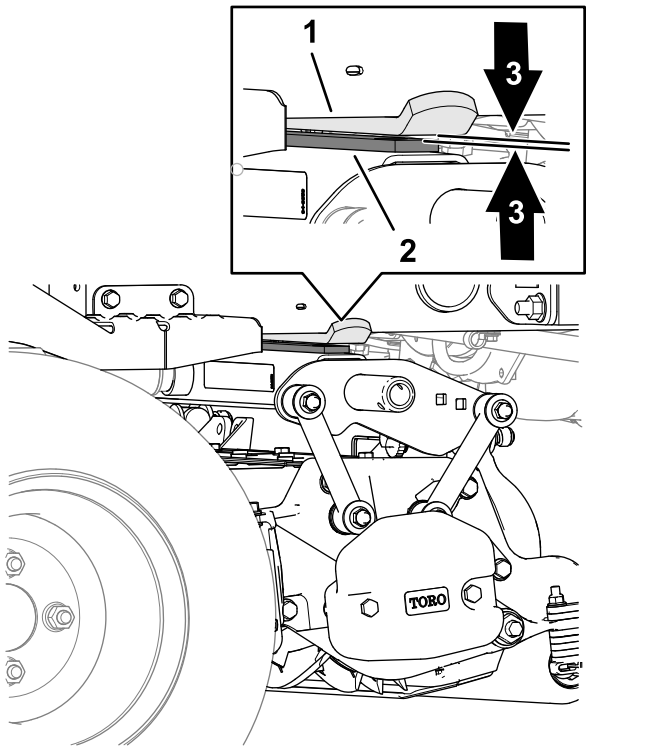

Figure 27
4. Sur l'unité de coupe arrière, mesurez l'espace entre la bande d'usure sur la barre d'usure de l'unité de coupe et la butée (Figure 27).